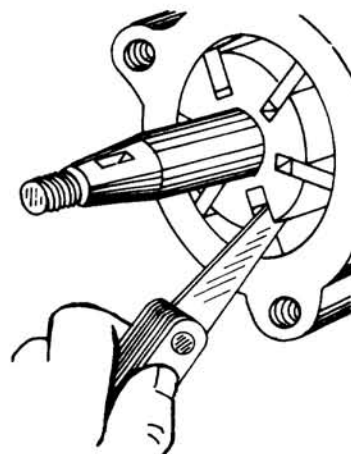

Fig. 8
- e Mida la holgura entre la paleta y su alojamiento (fig. 8).